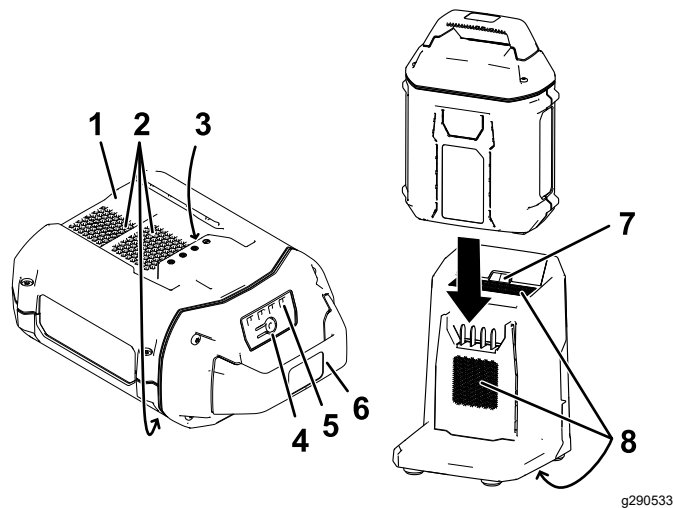

**Bild 26**
2. Fluchten Sie das Loch im Akkupack (Bild 26) mit der Zunge am Ladegerät aus.
3. Schieben Sie den Akkupack in das Ladegerät, bis es einrastet (Bild 26).